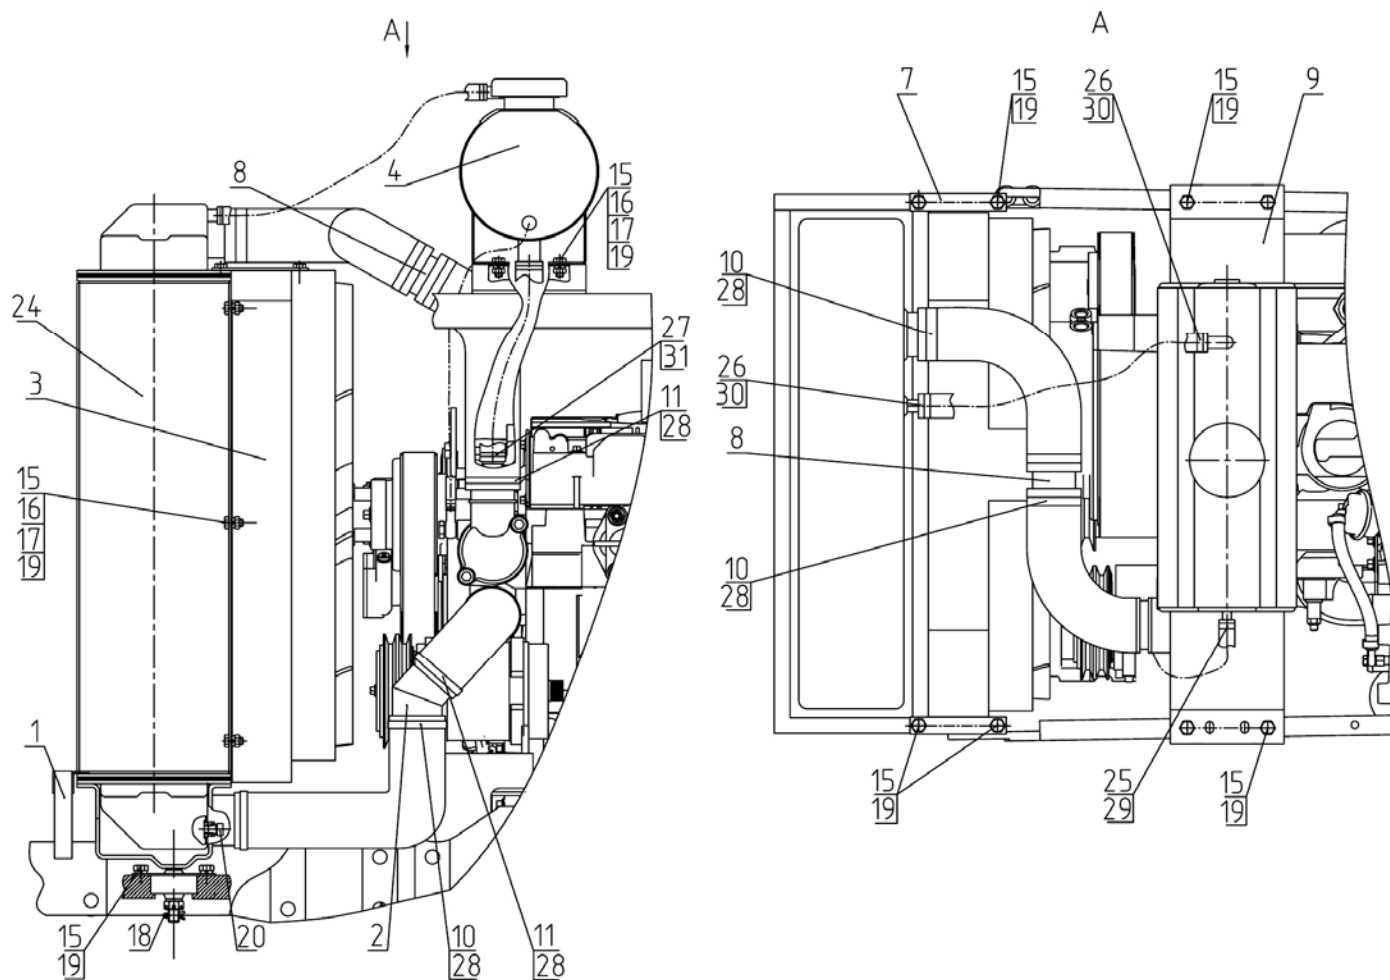

Рисунок 3.14 Система охлаждения
- б) отсоедините шланг 10, рукава 29, 30, 31 от радиатора 24 (рисунок 3.14);